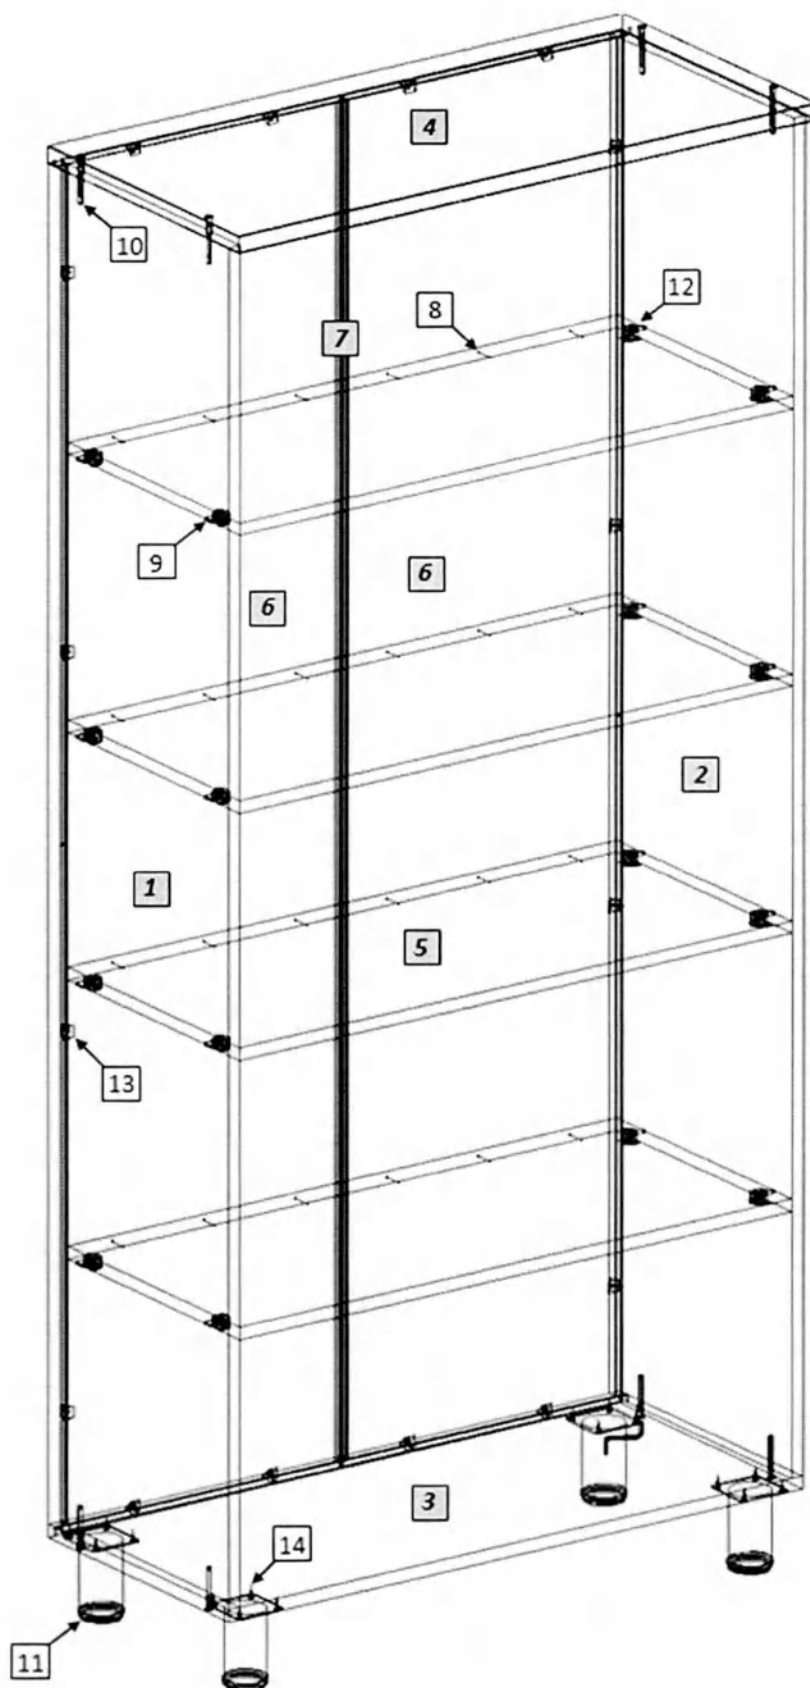

Рис. 1
1. Внимательно ознакомьтесь со схемой сборки, изображённой на рис. 1, сверяясь со спецификацией на изделие. Согласно схеме и спецификации определите расположение деталей в изделии и порядок их сборки. Сборка производится на ровном полу, укрытом материалом, предотвращающим повреждение покрытия пола и деталей мебели. Подготовьте необходимые для сборки инструменты – плоскую и крестовую отвёртки, молоток, рулетку или линейку.
2. На боковых стенках (1,2) установите ввинчиваемые дюбели эксцентриковых стяжек (22); установите монтажные планки петель (24). На горизонтальных стенках (5) установите эксцентриковые стяжки (28). Евровинтами (23) соедините боковые стенки (1,2) с горизонтальной нижней стенкой (3) и крышкой (4), установив в пазы задние стенки (6). В стык задних стенок устанавливается соединительный профиль (7). Закрепите задние стенки в пазах уголками (29). Установите и закрепите горизонтальные стенки (5), гвоздями (21) зафиксируйте к ним задние стенки. На горизонтальной нижней стенке (3) шурупами закрепите опоры (25).
3. На фасадах шурупами 4×16 (30) закрепите петли (26), установите ручки (27). Для правильной установки ручек на фасад из алюминиевого профиля, в отверстия в стекле должны быть установлены втулки (20), ручки крепятся винтами (19) (усилие не должно